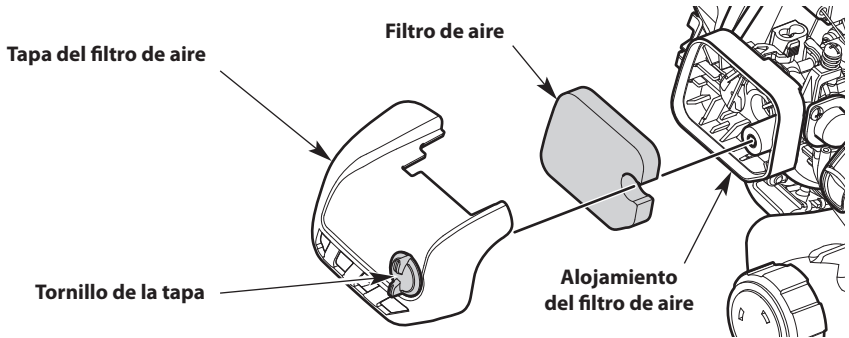

Fig. 26
1. Abra la tapa del filtro de aire para lo cual debe aflojar el tornillo de la tapa (Fig. 26).
2. Extraiga el filtro de aire de su alojamiento (Fig. 26).
6. Vuelva a instalar el filtro de aire en su alojamiento (Fig. 26).